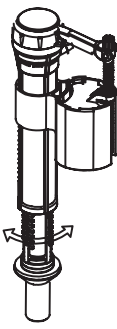

Рис. 3
- поверните трубку клапана относительно корпуса по часовой стрелке на 25°, как показано на рис. 3;
- передвигая трубку клапана вверх или вниз, установите необходимую высоту клапана (рис. 3).